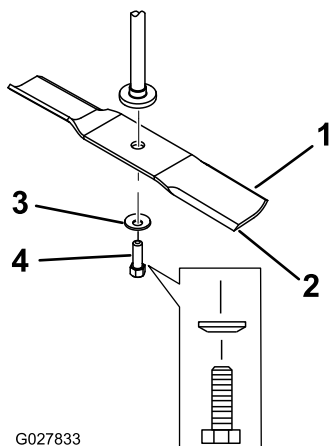

Figure 64
2. Enlevez de l'axe, le boulon, la rondelle bombée et la lame (Figure 64).
1. Placez la lame sur l'axe (Figure 64).
2. Posez la rondelle bombée (face concave vers la lame) et le boulon de lame (Figure 64).